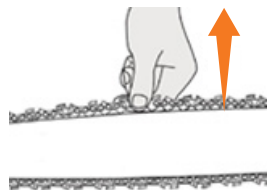

Рис. 5
- Пильная цепь натянута верно если в середине направляющей шины ее можно приподнять на 3-4 мм. и цепь легко проворачивается рукой по шине (Рис. 5).